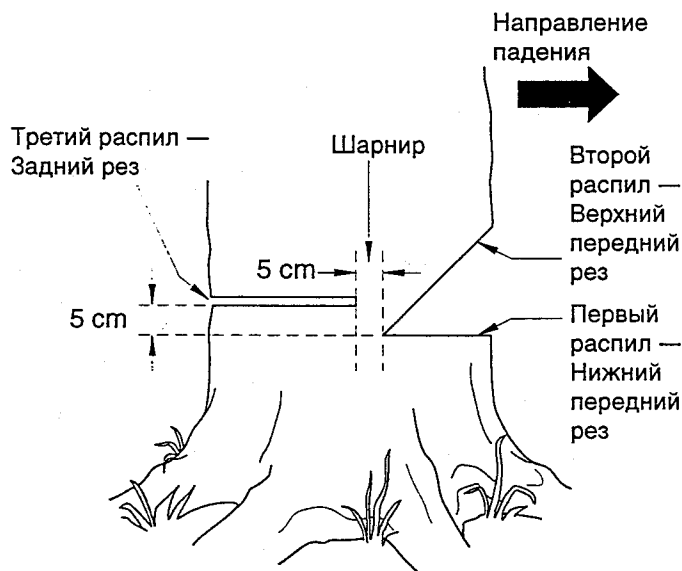

Рис. 13. Валка дерева
Правильно расположенный передний рез определит направление падения дерева. Передний рез должен находиться на той стороне дерева, в направлении которой вы хотите его повалить (рис. 13). Чтобы сделать передний рез, следуйте приведенным ниже инструкциям.
- Сделайте нижний распил как можно ближе к земле. Держите пилу так, чтобы направляющий стержень находился в горизонтальном положении. Распилите ствол дерева на $1/3$ его диаметра (см. рис. 13). *Примечание.* Всегда делайте такой горизонтальный нижний распил первым. Если вы сделаете его вторым, дерево может защемить пилу или направляющий стержень.
Пример. Если глубина первого распила равна 20 см, начните делать верхний распил на расстоянии 20 см над нижним распилом. Пилите вниз под углом 45° . Верхний распил должен встретиться с концом нижнего распила (см. рис. 13).
- Сделайте задний рез на расстоянии 5 см над нижним распилом на противоположной стороне дерева (см. рис. 13). Задний рез должен проходить параллельно нижнему распилу.
Не пилите до конца дерева. Оставьте приблизительно 5 см диаметра дерева непропиленным непосредственно перед распилом (см. рис. 13). Этот непропиленный участок действует как шарнир, благодаря которому дерево не разворачивается, а падает в нужном направлении.